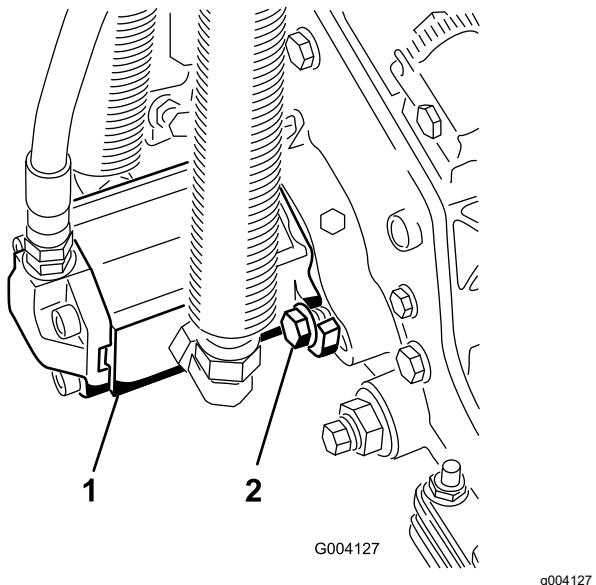

図 20
17. モータを手に持ち、右回りにひねってモータのフランジをボルトから逃がしながら、キャップスクリュにモータをセットする(図 20)。